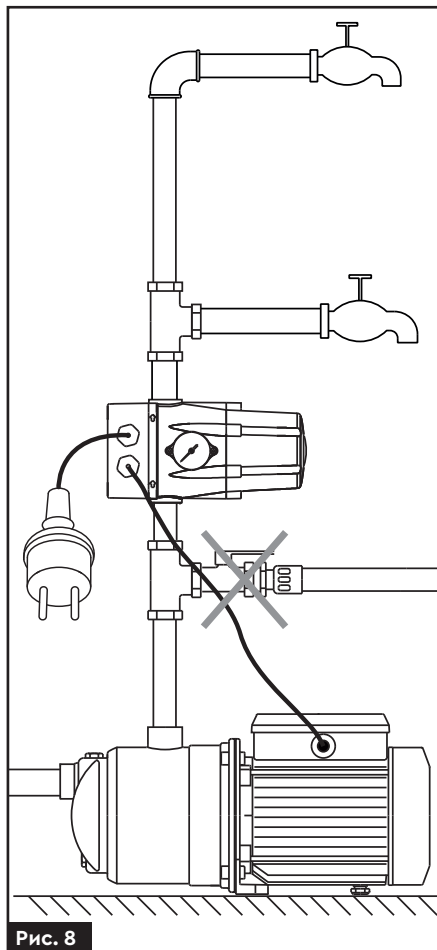

Рис. 8
- › На ділянці між контролером тиску і насосом, що використовується, заборонено встановлення будь-якого елемента водорозбірної арматури (зворотного клапана, водорозбірного крана тощо) **(рис. 8)**.